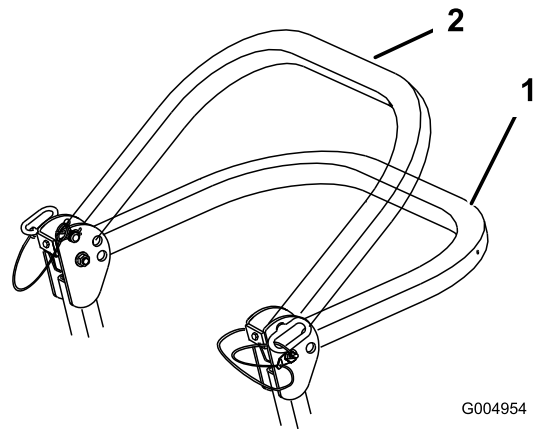

Figura 5
2. Coloque la barra anti-vuelco en la posición de bajada. Hay dos posiciones de bajada. Vea las posiciones en Figura 5.